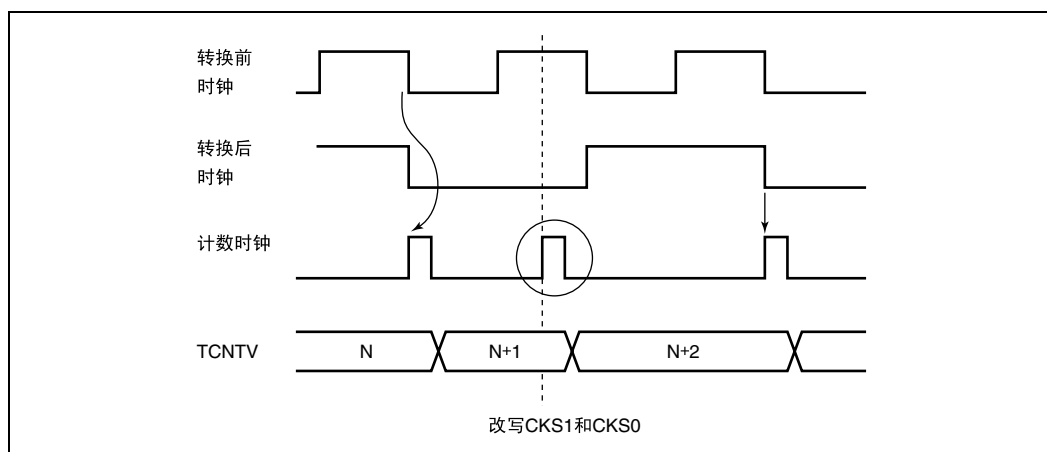

图 10.13 内部时钟的转换和 TCNTV 运行
- 4. 根据内部时钟的转换时序，TCNTV可能被累加计数。在使用内部时钟时，如果检测出系统时钟（ ϕ ）分频后的内部时钟的下降沿，就产生一个计数时钟。因此，如图10.13所示，如果按照转换前的时钟“高”电平→转换后的时钟“低”电平的时序转换时钟，就把转换时序视作下降沿，产生计数时钟，进行TCNTV的累加计数。另外，在转换内部时钟和外部时钟时，TCNTV也有可能被累加计数。